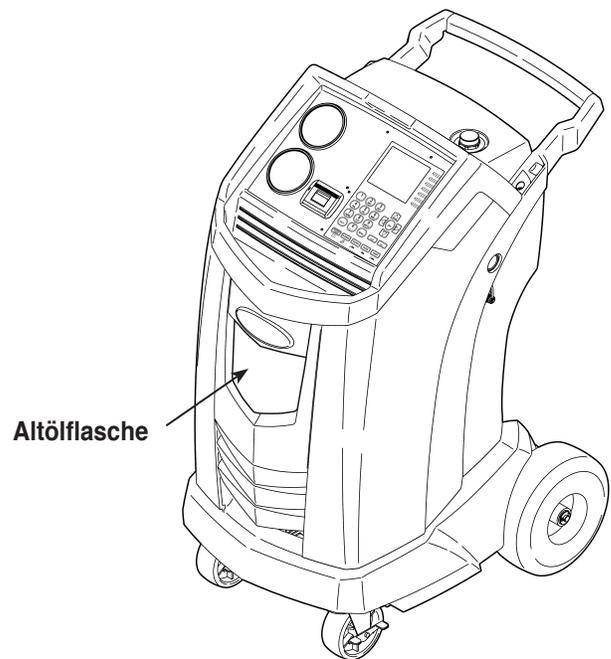

Abbildung 11
3. Die Altölfflasche vom Robinair-Gerät entfernen (siehe Abbildung 11). Die Altölfflasche entleeren und das abgelassene Altöl den gesetzlichen Vorschriften entsprechend entsorgen.